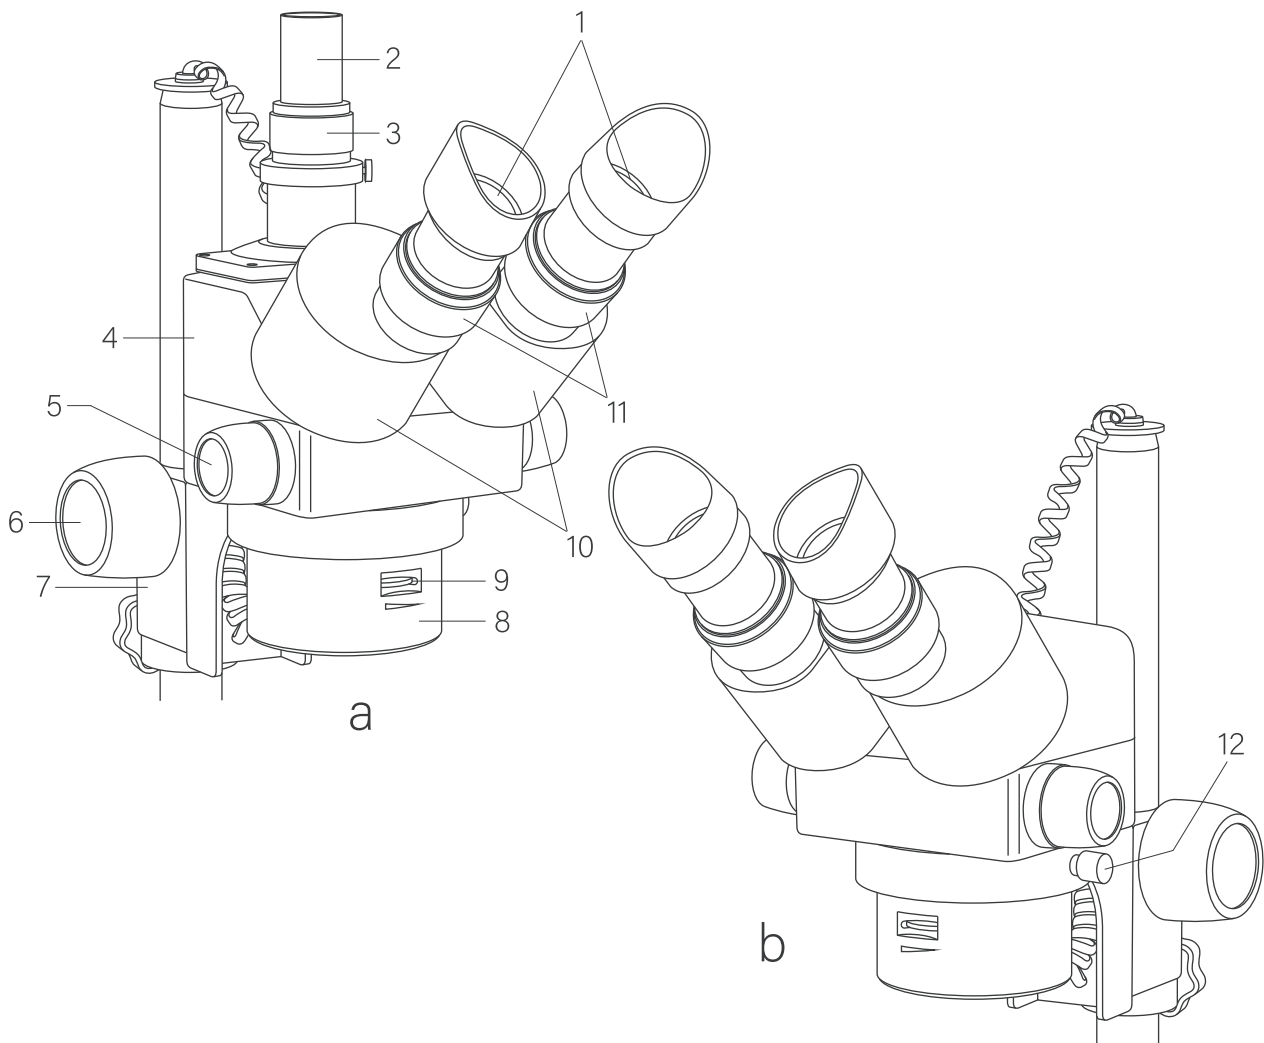
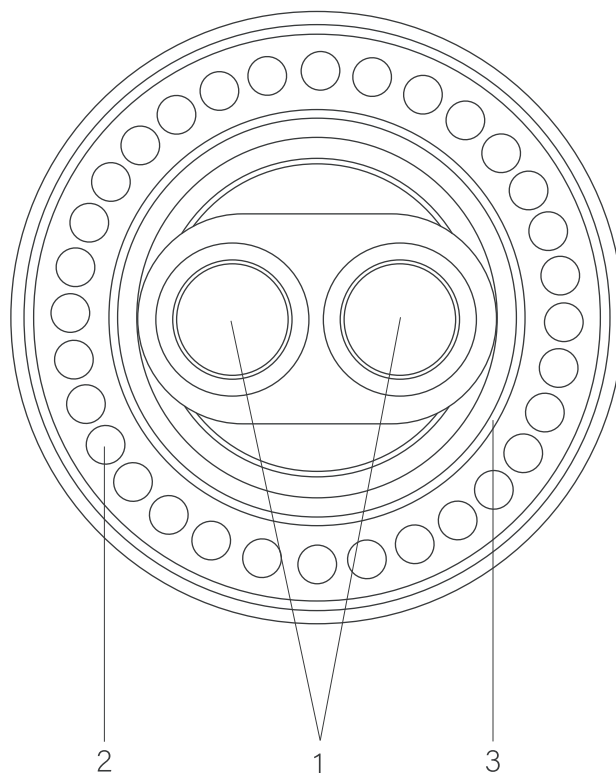

Рис. 4. Оптическая головка на кронштейне; а – тринокулярная; б – бинокулярная.
Рис. 5. Блок объективов с осветителем.
Объективы микроскопа имеют переменное увеличение от 0.75x до 5x, что обеспечивает плавное изменение масштаба наблюдаемого изображения в 6,7 раза без потери резкости. Рабочее расстояние микроскопа составляет 113 мм и при всех увеличениях остается неизменным. Нужное увеличение устанавливается вращением рукояток 5 (рис. 4).
В базовую комплектацию микроскопа входит светодиодный кольцевой осветитель отраженного света. В осветитель встроены 30 светодиодов 2 (рис. 5) дневного спектра излучения расположенные по кольцу вокруг объектива. С наружной стороны осветитель закрыт несъемным защитным полимерным стеклом. Такая конфигурация осветителя позволяет получать бестеневое освещение без косых теней, приводящим к получению ложных результатов исследования. Общая мощность всех светодиодов 3 Вт. Яркость настраивается дисковым регулятором 9 (рис. 4).
- Для тринокулярной модели микроскопа. Установите тубус канала визуализации, для этого удерживая кольцо подвижки 3 тубуса (рис. 4) вверните тубус по часовой стрелке.
- Отрегулируйте яркость отраженного света вращением диска 9 (рис. 4), так чтобы яркость света составляла приблизительно $2/3$ от максимальной.
- Вращением рукояток изменения увеличения 5 (рис. 4) установите максимальное увеличение микроскопа, соответствующее положению 5.
- Закройте левый глаз и наблюдая в правый окуляр, медленно вращайте рукоятки фокусировки 6 (рис. 4) до получения резкого изображения объекта.
- Наблюдая в окуляры установите требуемое значение увеличения рукояткой 5 (рис. 4).
- Установите максимальное увеличение, для этого установите рукоятки 5 (рис. 4) в положение 5.
- Установите минимальное увеличение, повернув рукоятку 5 (рис. 4) в положение 0,75 и повторите процедуру фокусировки и настройки окуляров.
Увеличение объектива стереомикроскопа соответствует цифре на рукоятках 5 (рис. 4), расположенной напротив штриха.
Установите необходимую насадку на резьбу в нижней части блока объективов 8 (рис. 4). Насадка с увеличением 0.5x снижает общую кратность, увеличивает рабочее расстояние и размер поля зрения микроскопа. Насадки 1.5x и 2x повышают кратность, уменьшают рабочее расстояние и размер поля зрения микроскопа.